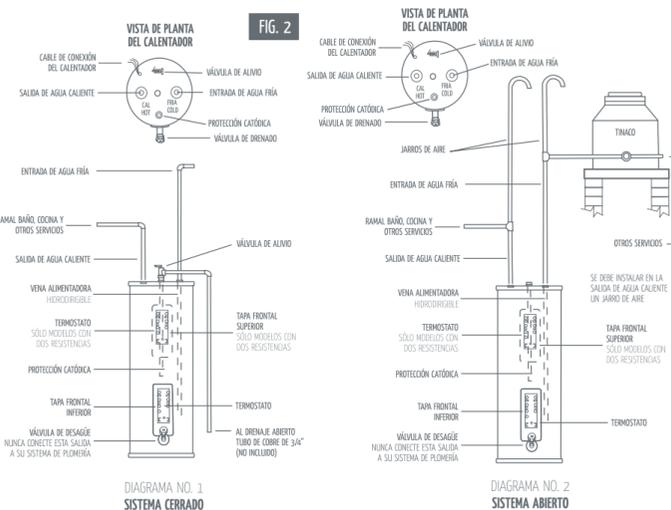

FIG. 2
- El desfogue de los jarros de aire debe de tener una altura ligeramente mayor al nivel superior del tinaco, mínimo 20 cm (ver fig. 2).